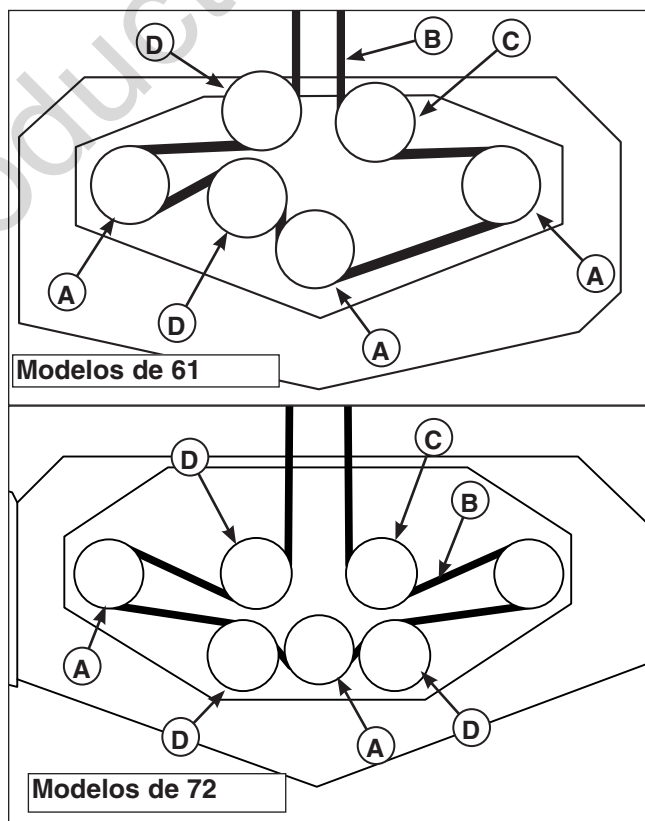

Figura 45. Direccionamiento de la banda del PTO de la podadora
4. Deslice la banda de tracción por el borde de la polea tensora estacionaria (B). Libere cuidadosamente la tensión sobre la barra distribuidora.
5. Quite la banda vieja y reemplácela con una nueva. Asegúrese de que el lado V de la banda corra por los surcos de la polea (Figura 45).
6. **Modelos de 61:** Instale la banda de tracción en la polea del PTO, las poleas del huso y todas las poleas tensoras, excepto en la polea estacionaria (B, Figura 45). Gire cuidadosamente la barra distribuidora a la derecha e instale la banda en la polea tensora estacionaria (B). Libere cuidadosamente la tensión sobre la barra distribuidora.
Modelos de 72: Instale la banda de tracción en la polea del PTO, las poleas del huso y todas las poleas tensoras, excepto en la polea estacionaria (B, Figura 45). Gire cuidadosamente la llave combinada a la derecha e instale la banda en la polea tensora estacionaria (B). Libere cuidadosamente la tensión en sobre la llave combinada.